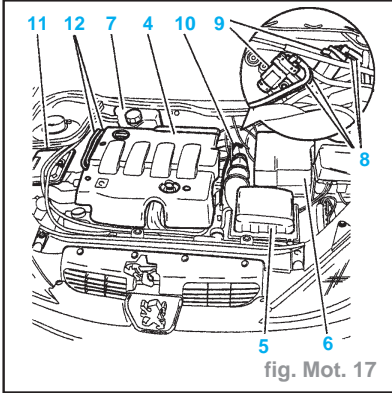

fig. Mot. 17
- Débrider le tuyau de direction assistée (2).
- Déposer la biellette anticouple (3).
- Déposer le cache-style (4) (fig. Mot. 17).